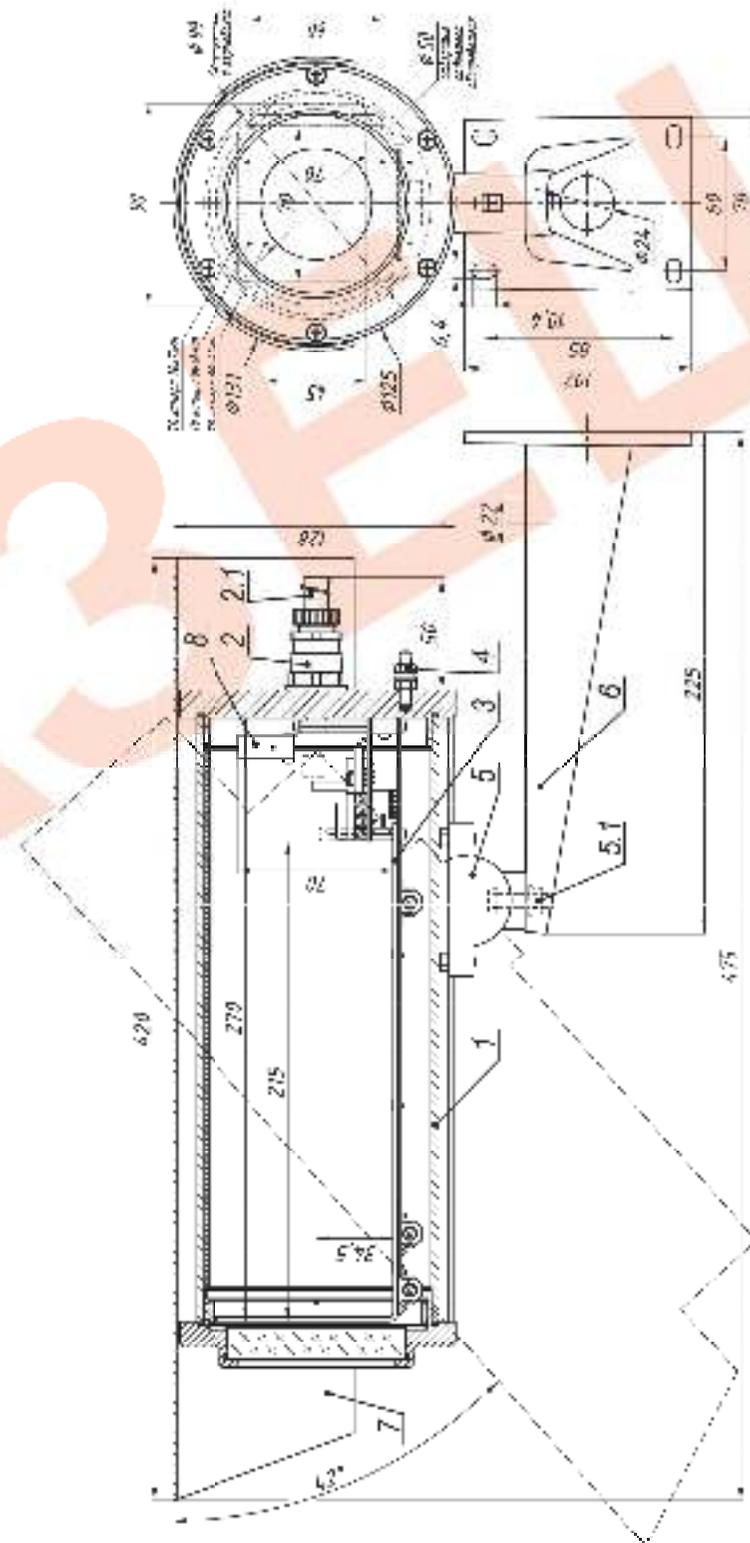

Рис.1 Состав и габаритно-установочные размеры ТГБ-4Г ТВ Ex
2. Выдвинуть модуль видеокамеры (поз.3 рис.1) из щука.
9. Обеспечить защиту кабелей во взрывозащитной зоне металлорукавом. Металлорукав фиксируется на гермовводе с помощью держателя металлорукава (поз.2.1 рис.1).
10. Ослабив гайку болта фиксации шарнира (поз.б.1 рис.1), установить термощука в нужное направление обзора, после чего надёжно зафиксировать шарнир затянув гайку.
11. Заземлить термощука с помощью клеммы заземления (поз.4 рис.1).
В состав изделия входят (см. рис.1):